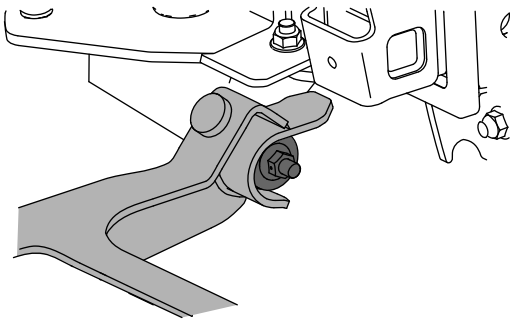

Figura 12
8. Coloque las horquillas del conjunto del soplador sobre los casquillos (Figura 12).